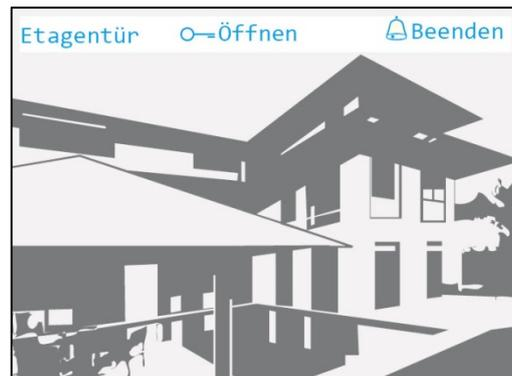

Abb. 23: Etagenruf
- ▶ Drücken Sie kurz die Sprechentaste , um mit der Person an der Etagentür zu sprechen (Abb. 23).